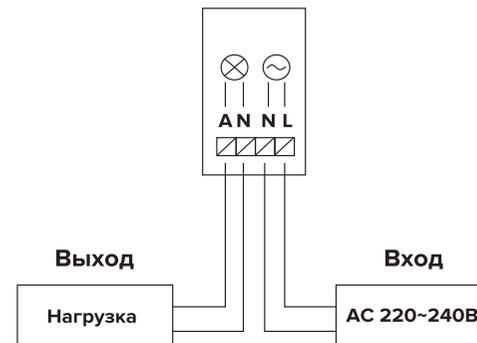

Рис.3 Схема подключения датчика WSEN-07-PIR
- произвести подключение к клеммным зажимам (Вход L — фаза, N — ноль, Выход N — ноль, A — нагрузка) рис. 3;